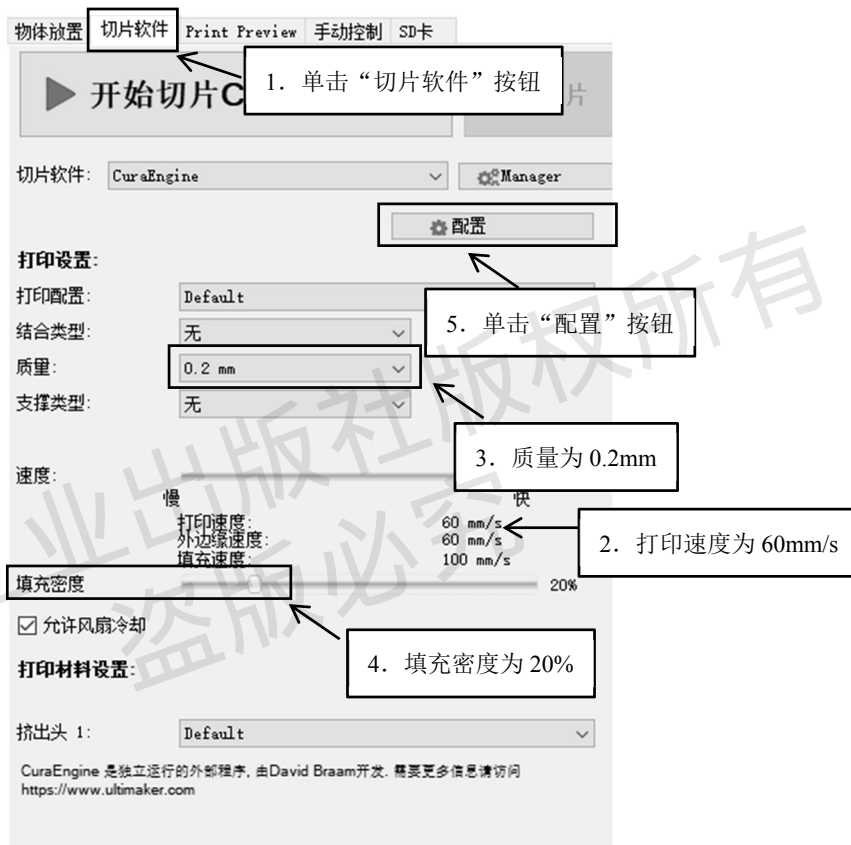
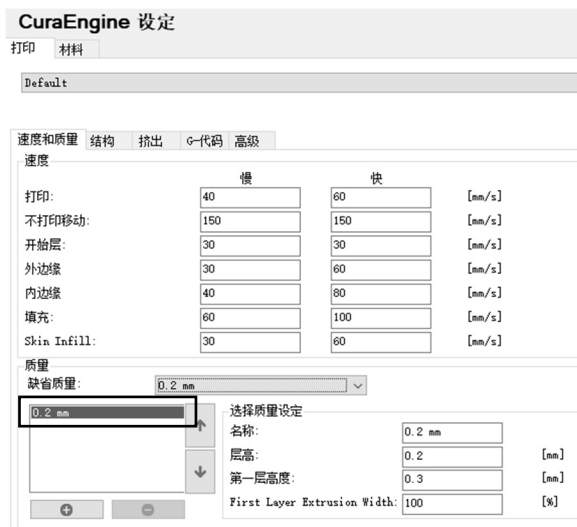

图 1-2-6 切片设置对话框
图 1-2-7 速度和质量设置
(1) 单击“切片软件”按钮，弹出如图 1-2-6 所示的切片设置对话框，打印速度为 60mm/s，质量为 0.2mm，填充密度为 20%。单击“配置”按钮，弹出“CuraEngine 设定”对话框，在该对话框中，速度参数保持默认并输入质量参数为 0.2mm，设置完成后单击“保存”按钮，将参数保存。速度和质量设置如图 1-2-7 所示。